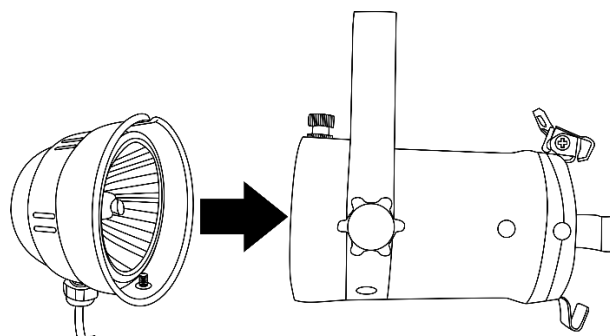

Fig. 06
- 05) Remettez le couvercle arrière de la lampe en place (fig. 06). Assurez-vous que la vis située au bas du couvercle arrière s'insère dans le trou situé au bas du couvercle avant.